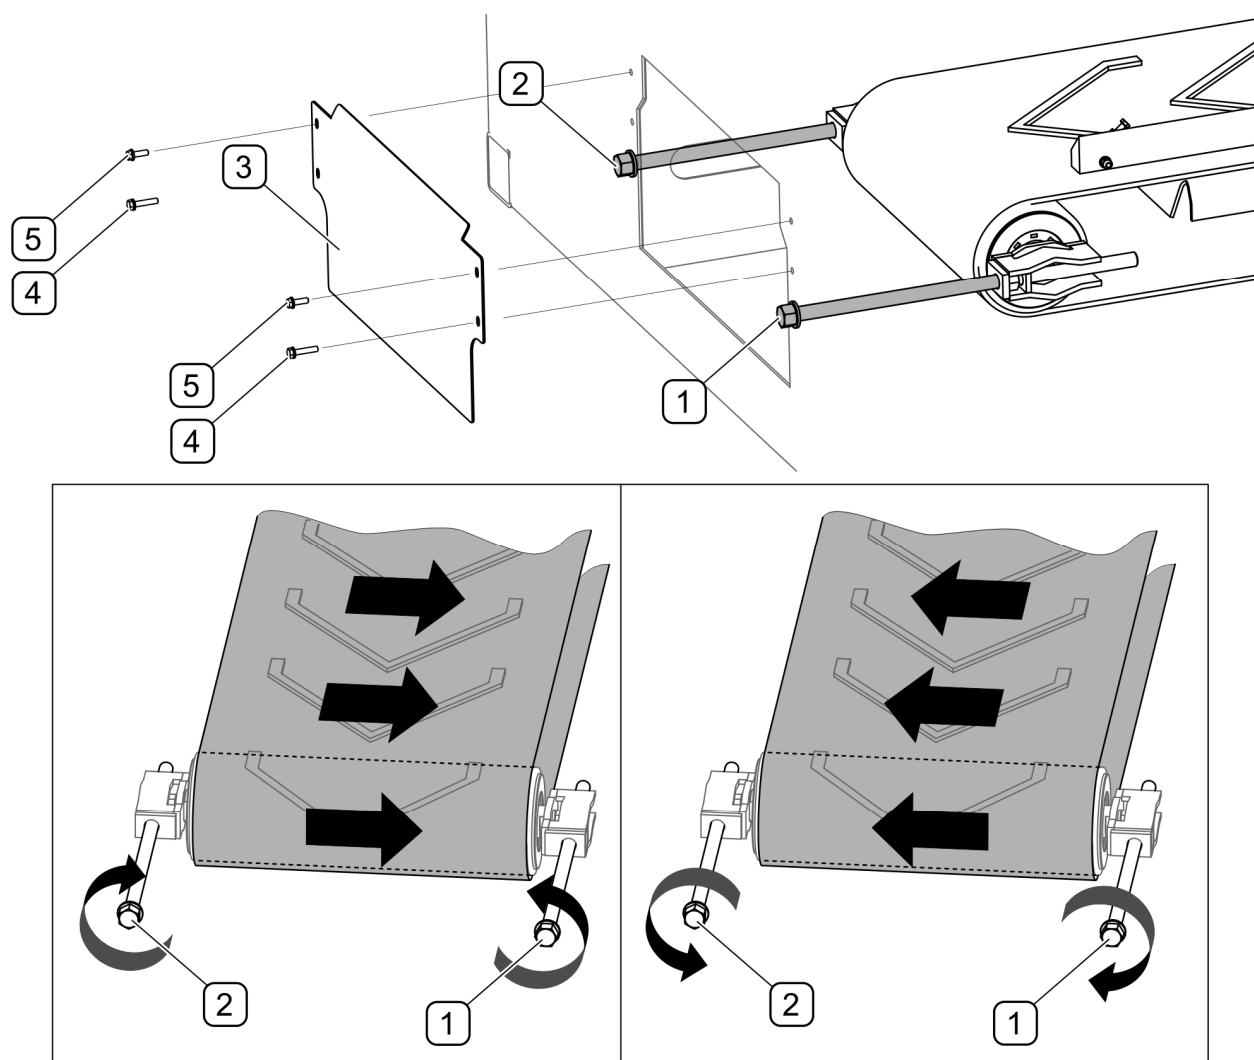

РИСУНОК 5.9 Регулировка натяжного ролика
Прежде чем приступить к регулировке ленты (РИСУНОК 5.9), необходимо отвинтить болты (4) и (5) и снять крышку (3). Запустить двигатель разбрасывателя. В меню "Счетчики" на пульте управления включить функцию "Разгрузка". Подробное описание изложено в разделе 4.8 РАЗГРУЗКА.
Лента регулируется во время работы транспортера при помощи натяжных болтов (1) и (2), размещенных на передней стенке бункера (РИСУНОК 5.9). В зависимости от смещения ленты (РИСУНОК 5.9) необходимо соответственно подобрать направление оборотов натяжных болтов (1) и (2). Во время регулировки необходимо выполнить по одному обороту каждого из болтов, немного подождать и проверить результат. Повторите действия, пока лента не будет двигаться по центру ролика.
Натяжение ленты можно осуществлять при выключенном приводе транспортера. Для натяжения ленты предназначены болты (1) и (2), размещенные на передней стенке бункера (РИСУНОК 5.9). Необходимо вращать оба болта (1) и (2) в направлении по часовой стрелке. Чтобы избежать смещения ленты к одному краю ролика, поверните оба болта на одинаковое количество оборотов.